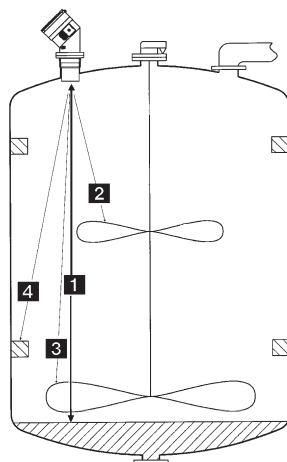

Abb. 4.1 Echo-Filterung
- Geben Sie die Entfernung **1** zwischen der Sensorbasis und der Flüssigkeitsebene ein, und drücken Sie 'Enter' (Abb.4.1). Der Transmitter verarbeitet die Informationen etwa 10 Sekunden lang.